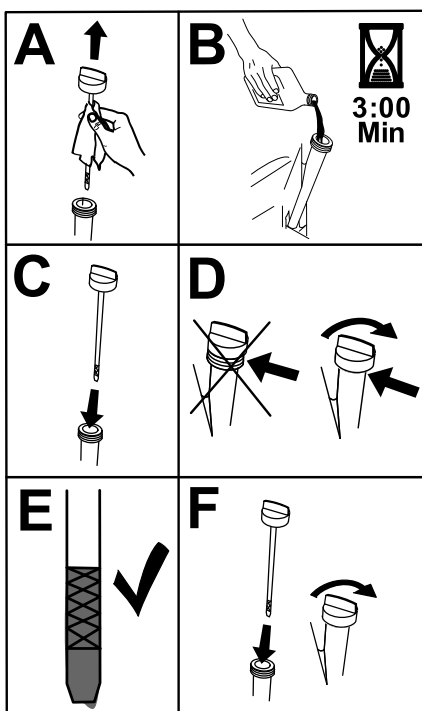

Figura 44
6. Turnați încet aproximativ 80% din uleiul specificat în tubul de umplere și adăugați lent ulei suplimentar pentru ca acesta să ajungă la marcajul Complet (Figura 44).